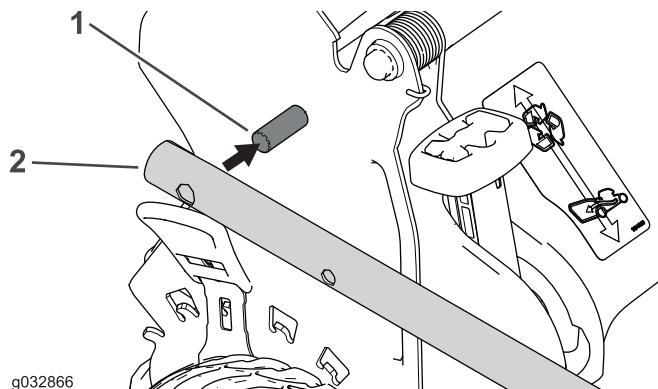

Figure 4
- Montez les extrémités du guidon sur le carter de la tondeuse de telle sorte que la goupille fixée à chaque support du guidon soit insérée dans le trou inférieur de l'extrémité associée (Figure 4).